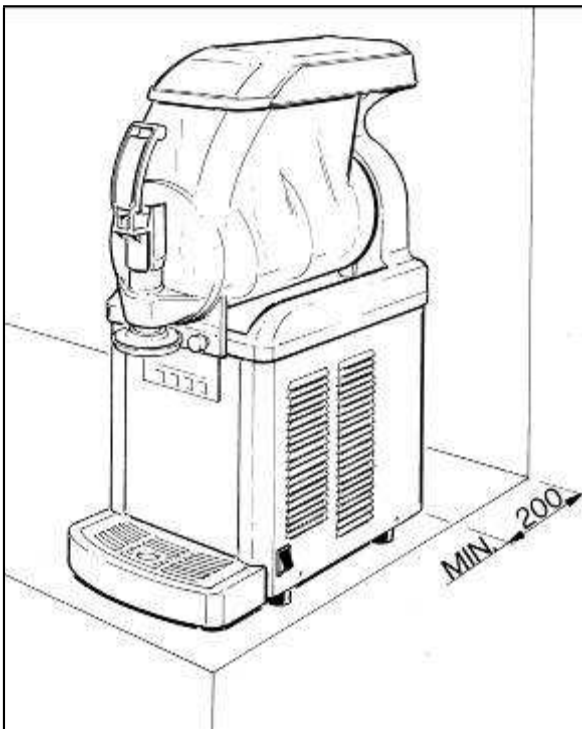

Abb. 2
b) Das Gerät in einem trockenen Raum und fern von Wärmequellen auf einer waagrechten und soliden Unterlage aufstellen. Um eine ausreichende Belüftung des Unterbaus zu gewährleisten, muss um das Gerät ein Freiraum von mindestens 20 cm belassen werden (Abb. 2). Die Raumtemperatur muss zwischen 15 °C und 32 °C liegen (Klimaklasse N).